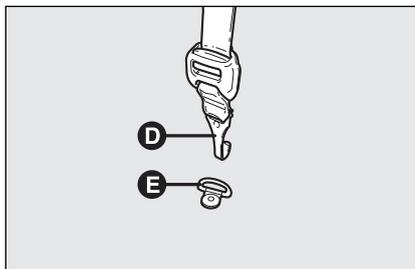

fig. 18
- per i seggiolini in posizione fronte marcia, agganciare la cinghia superiore **D-fig. 18** (disponibile nella tasca superiore del seggiolino) all'anello **E** ubicato nel bagagliaio;